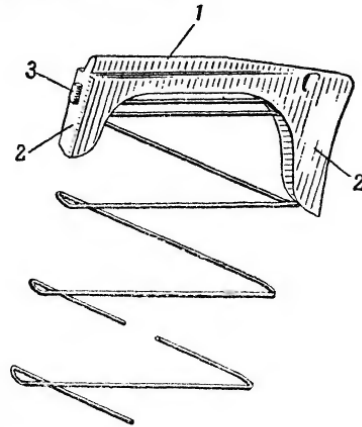

Рис. 42. Подаватель и пружина подавателя:
**43. Подаватель и пружина подавателя** (рис. 42) служит для подачи патронов.